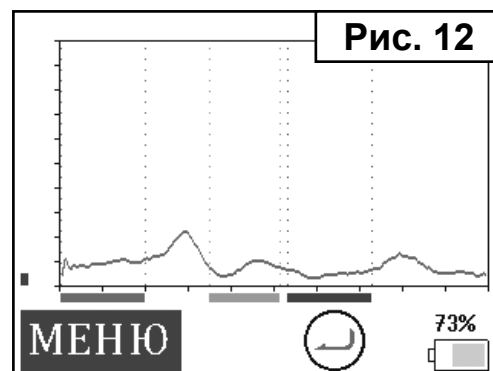

Рис. 12
В левом нижнем углу появится кнопка **МЕНЮ** (Рис. 12), на которую необходимо нажать.
1. Для смены режима экрана нажмите на любое свободное от кнопок место на экране. В левом нижнем углу появится кнопка  (Рис. 12 на стр. 12), на которую необходимо нажать.
1. Для смены звукового режима нажмите на любое свободное от кнопок место на экране. В левом нижнем углу появится кнопка **МЕНЮ** (Рис. 12 на стр. 11), на которую необходимо нажать.
1. Для смены языка интерфейса детектора нажмите на любое свободное от кнопок место на экране. В левом нижнем углу появится кнопка **МЕНЮ** (Рис. 12 на стр. 11), на которую необходимо нажать.
1. Для просмотра информации об устройстве нажмите на любое свободное от кнопок место на экране. В левом нижнем углу появится кнопка  (Рис. 12 на стр. 11), на которую необходимо нажать.